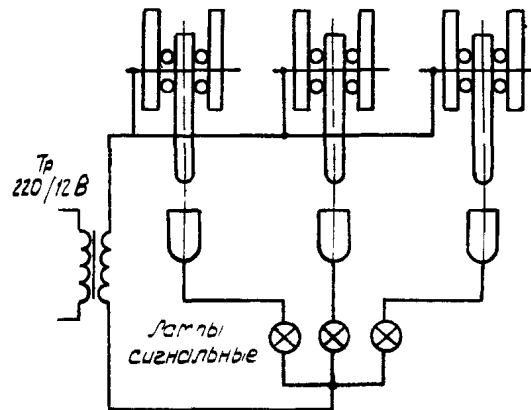

Рис.11. Схема проверки замыкания контактов (трекламповая схема)
09.6. Собрать электрическую схему согласно рис.11.